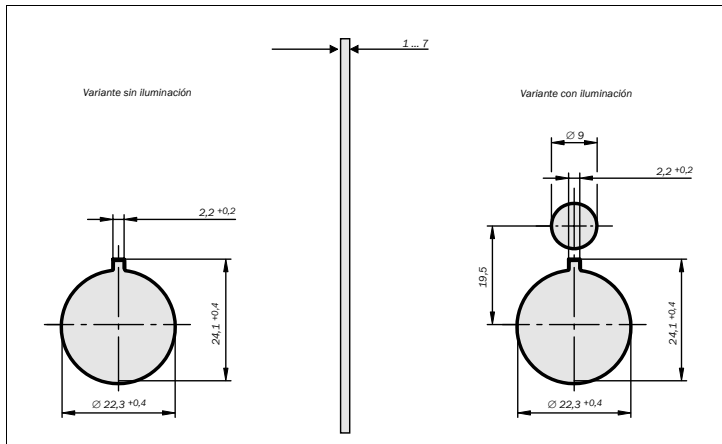

Fig. 1: Croquis de dimensiones de los orificios de montaje para la versión de montaje en panel (mm)
- Taladrar los orificios de montaje en la placa de montaje (véase la Fig. 1; utilizar el dibujo acotado adecuado según la ejecución).
- En el caso de pulsadores con iluminación, introducir el conector macho para la iluminación a través del pequeño orificio de la placa de montaje (véase la Fig. 1, dibujo acotado derecho) y conectarlo al elemento de conmutación X1/X2.